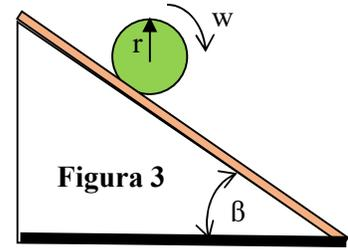

Figura 3
**Ejercicios 3.** Un cilindro homogéneo de masa  $M$  y radio  $r$  rueda sin deslizar hacia abajo sobre un plano inclinado. Hallar la velocidad angular del cilindro después de haber efectuado dos revoluciones y el mínimo coeficiente de rozamiento " $\mu$ " necesario para evitar el deslizamiento. Figura 3